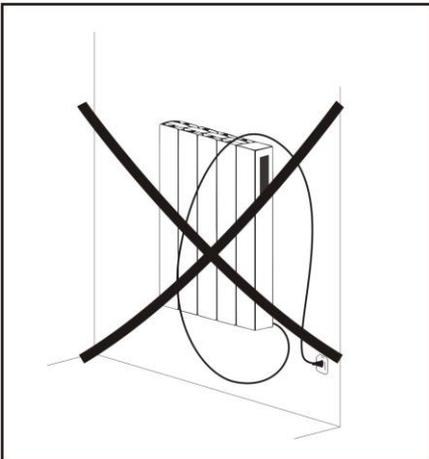

Abbildung 11
- Befestigen Sie das Netzkabel so, dass es die heißen Teile des Heizkörpers nicht berührt, dass es nicht eingeklemmt und dann herausgezogen werden kann und dass es nicht mit scharfen Teilen in Berührung kommt. Abb. 11